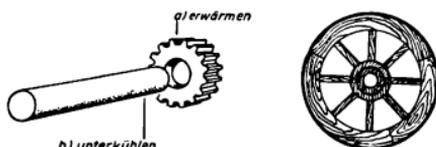

Bild 2 Preßpassung
**Aufgaben:** 2. Welches physikalische Gesetz wird beim Herstellen von Preßpassungen (siehe Bild 2) ausgenutzt?